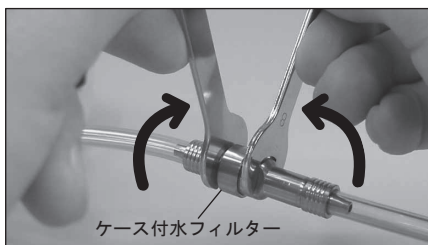

図 20
- 2) スパナ (5x8) 2 本をケース付水フィルターに掛け、矢印の方向に回します。(図 20)